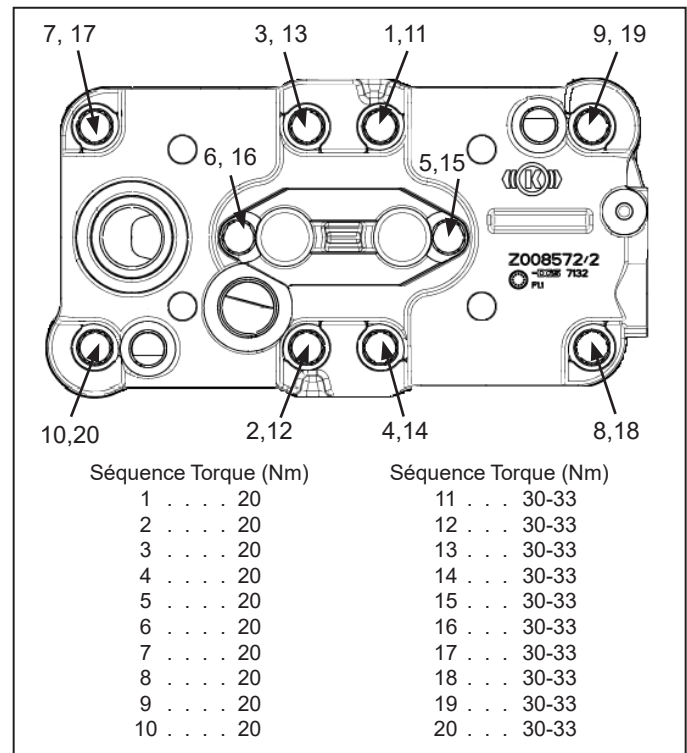

Figure 7 – Séquence de serrage des boulons de culasse pour compresseur Bendix® 720cc
7. Installer les huit grandes vis d'assemblage (N) dans la culasse. **Remarque : Une légère pellicule d'huile doit être appliquée sur le filetage de ces boulons avant l'installation. L'huile ne doit pas être appliquée sur les autres boulons.**
8. Installer les huit petites vis d'assemblage (M) dans la culasse. Important : Les deux petites vis d'assemblage (M) doivent être installées dans les trous identifiés par les séquences « 6,16 » et « 5,15 » de la figure 7.
9. « Serrer » toutes les vis d'assemblage, puis serrer en utilisant la séquence de couple définie à la figure 7. Le couple final sera compris entre 265 et 292 po-lb (30-33 Nm).